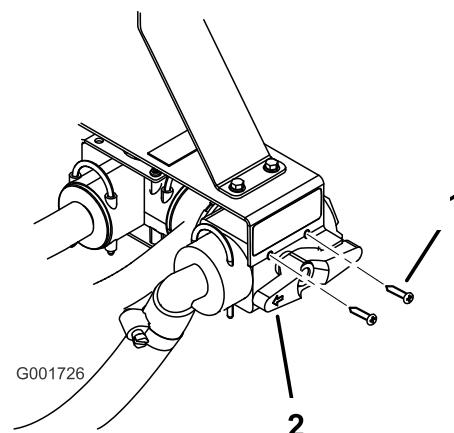

Figura 11
- 8. Prenda a nova válvula de controlo ao suporte utilizando dois parafusos (Figura 11).